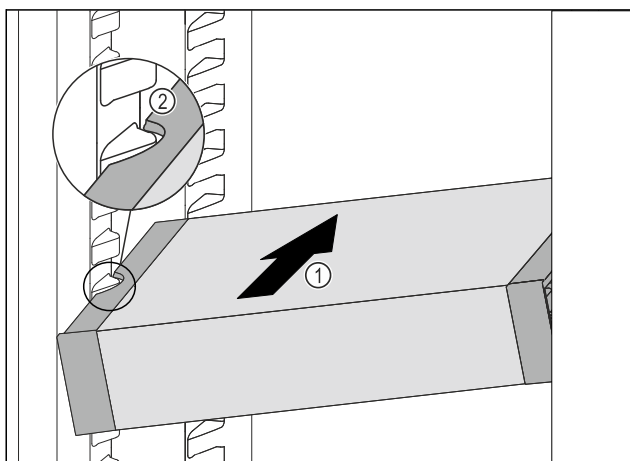

Fig. 95
- Zasuňte VarioSafe do chladničky pod úhlem tak Fig. 95 (1), aby vybrání na bocích Fig. 95 (2) VarioSafe byla na úrovni žebrování na nádoby v chladniče.